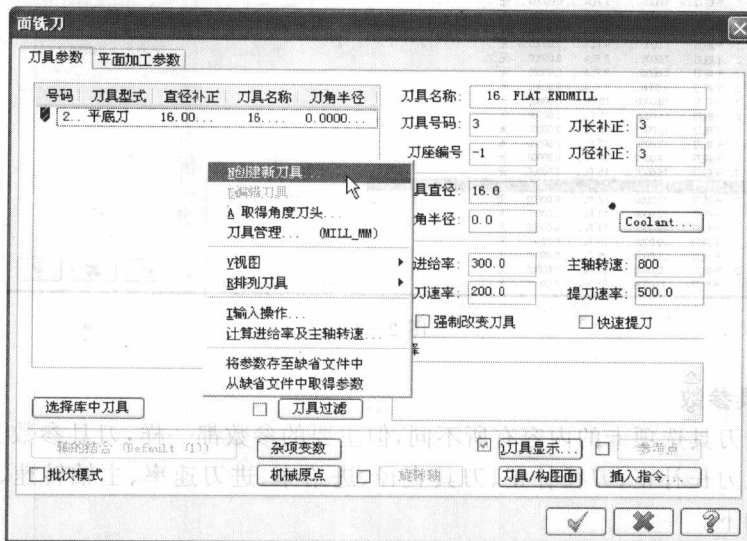

图 2-2
(1) 创建新刀具 在“面铣刀”加工对话框的空白处单击鼠标右键,在弹出的下拉菜单中选择“创建新刀具”命令创建刀具,如图 2-2 所示。